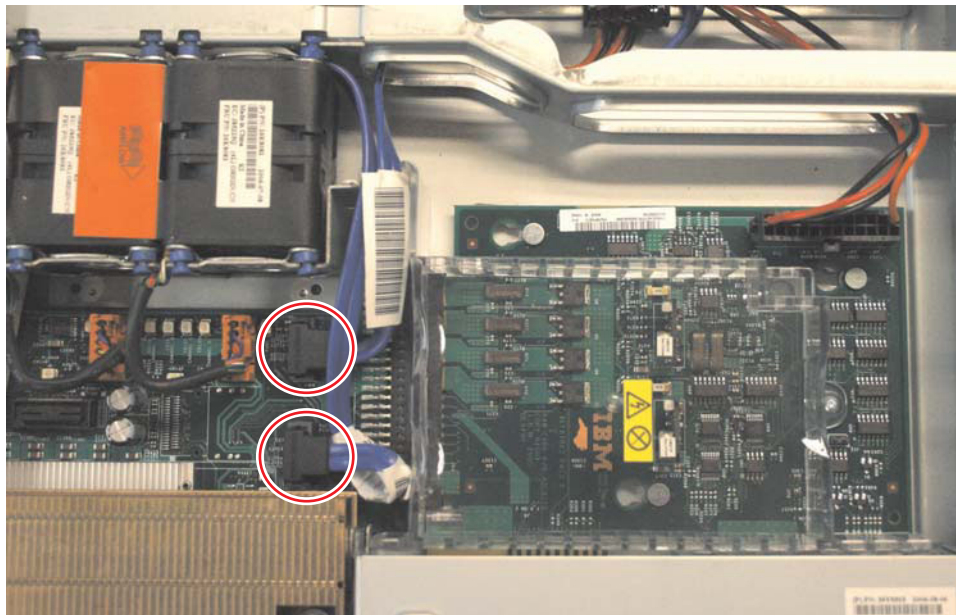

図 130. SAN ボリューム・コントローラー 2145-8G4 ディスク・ドライブ・バックプレーン コネクター
- 電源機構バックプレーン・カードに電源ケーブルを再接続します。次に、システム・ボードに 2 本の青色の信号ケーブルを再接続します。161 ページの図 130 に示すように、左のケーブルはフロント・システム・ボードのコネクターに、右のケーブルは背面システム・ボードのコネクターに接続します。